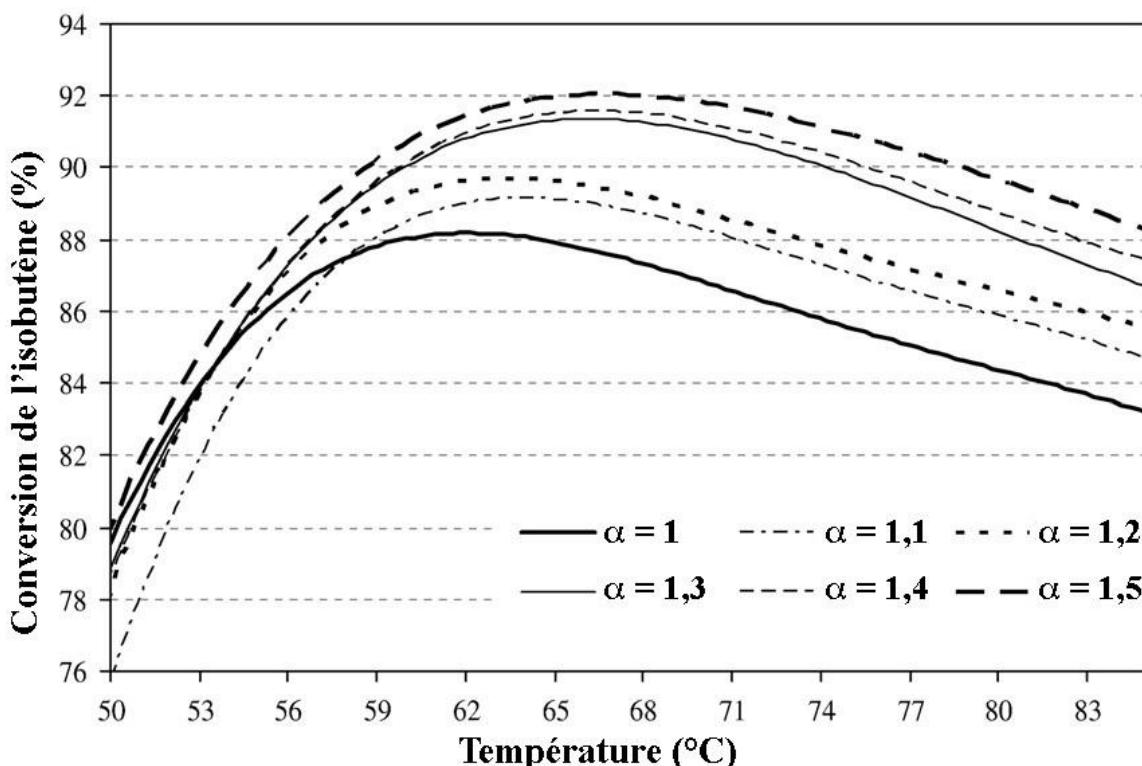

Figure 1 : évolution du taux de conversion de l'isobutène (en pourcent) en fonction de la température du réacteur et de l'excès initial en éthanol
5. On rappelle que dans un mélange liquide idéal, les activités sont assimilées aux fractions molaires. On note  $\xi$  l'avancement en mole de la réaction (1) à un instant quelconque. Expliciter, en fonction des paramètres introduits, le quotient de réaction  $Q$  de la réaction (1). Il est conseillé d'écrire un tableau d'avancement.
9. On donne sur la figure 1 l'évolution du taux de conversion de l'isobutène en fonction de la température pour un système semblable à celui de l'étude précédente. Préciser quelle partie de ces courbes est en accord avec l'étude précédente, en justifiant cet accord.